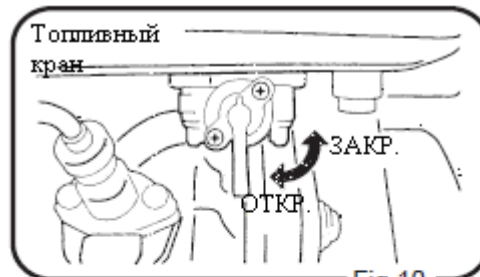

Fig. 10
- Откройте топливный кран (рис. 10).